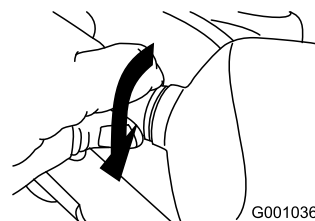

Figure 59
5. Tournez l'embase de l'ampoule dans le sens horaire jusqu'à ce qu'elle soit bien vissée (Figure 59).